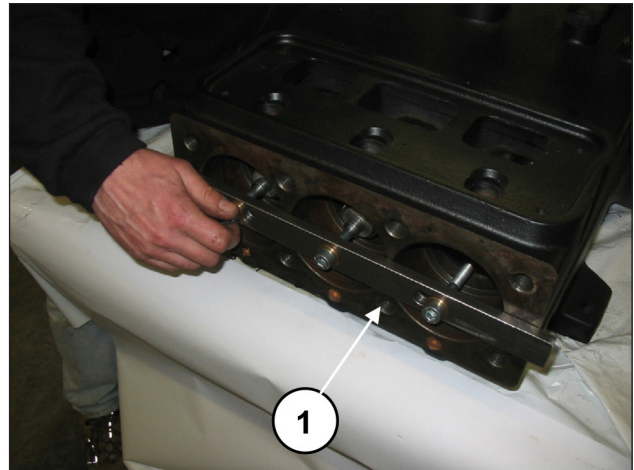
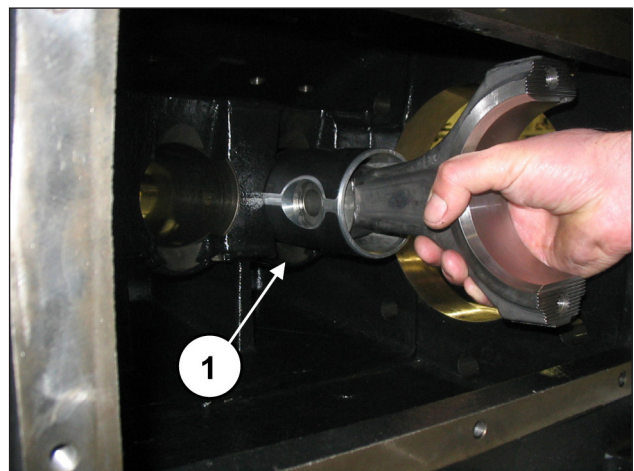
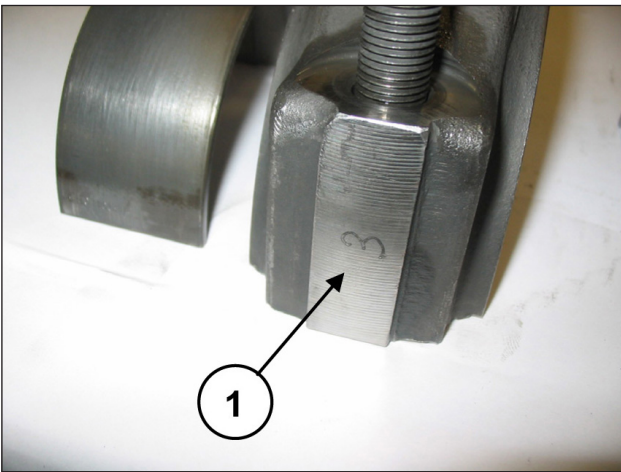

Abb. 31
Abb. 32
Abb. 33
Drehen Sie die Schrauben des Werkzeugs Art. 27566200 zum Lösen der Pleuelstangen ab (Pos. ①, Abb. 31) und ziehen Sie anschließend die Baugruppe Pleuelstange-Kolbenführung von der hinteren Gehäuseöffnung heraus (Pos. ①, Abb. 32).
Paaren Sie die Pleuelhälften mit dem vorab ausgebauten Pleueldeckeln unter Berücksichtigung der Nummerierung (Pos. ①, Abb. 33).
Trennen Sie Pleueldeckel und Pleuelhälften; die vorschriftsmäßige Paarung wird durch die seitliche Nummerierung garantiert (Pos. ①, Abb. 33). Nachdem Sie das Gehäuse auf perfekte Sauberkeit überprüft haben, setzen Sie die Baugruppe Pleuelhälfte-Kolbenführung in die Buchsen des Gehäuses ein (Pos. ①, Abb. 32).
Arretieren Sie die drei Baugruppen mit dem entsprechenden Werkzeug Art. 27566200 (Pos. ①, Abb. 31).
Entfernen Sie das Werkzeug zur Sicherung der Pleuelstangen Art. 27566200 (Pos. ①, Abb. 31).